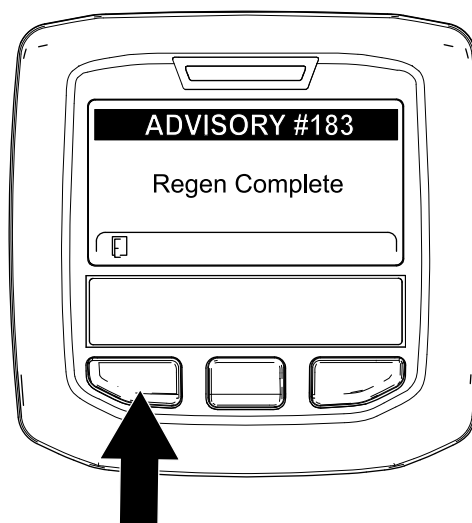

Figura 63
- Cuando el ordenador del motor finaliza una regeneración con la máquina aparcada o una regeneración de recuperación, el InfoCenter muestra ADVISORY #183 (Aviso n.º 183) (Figura 63). Pulse el botón de la izquierda para salir a la pantalla de inicio.